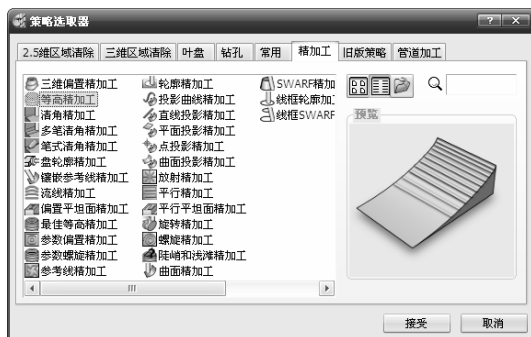

图 3-38 “策略选取器”对话框
1) 单击主工具栏上的“刀具路径策略”按钮, 弹出“策略选取器”对话框, 单击“精加工”选项卡, 在弹出的精加工策略选项中选择“等高精加工”加工策略, 如图 3-38 所示。单击“接受”按钮完成。